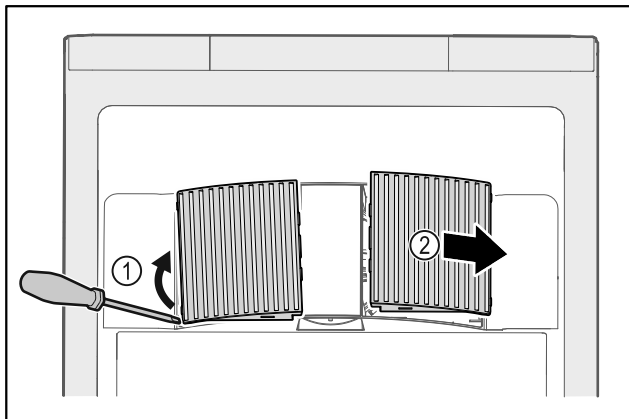

Fig. 173
- ▶ Pokrov ventilatorja previdno dvignite s strani Fig. 173 (1) in ga odstranite v smeri naprej Fig. 173 (2).